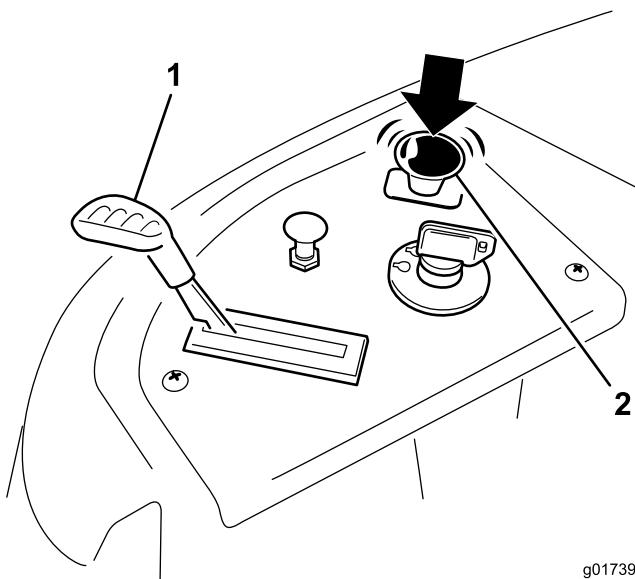

Figura 13
2. Desengrane las cuchillas moviendo el mando de control de las cuchillas a Desengranado (Figura 13)